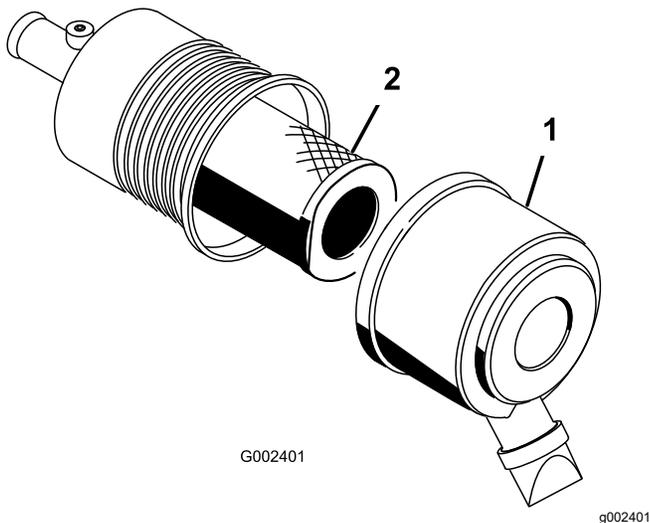

図 33
1. エアクリーナのリッチを外し、ボディーからカバーを抜き出す 図 33。
3. エアクリーナのボディーから、フィルタをすずかに引き出す (図 33)。
5. フィルタをゆっくり押し込むようにしてボディチューブに取り付ける 図 33。
6. 上下方向を間違えないように、エアクリーナカバーを正しく取り付け、ラッチを掛ける 図 33。